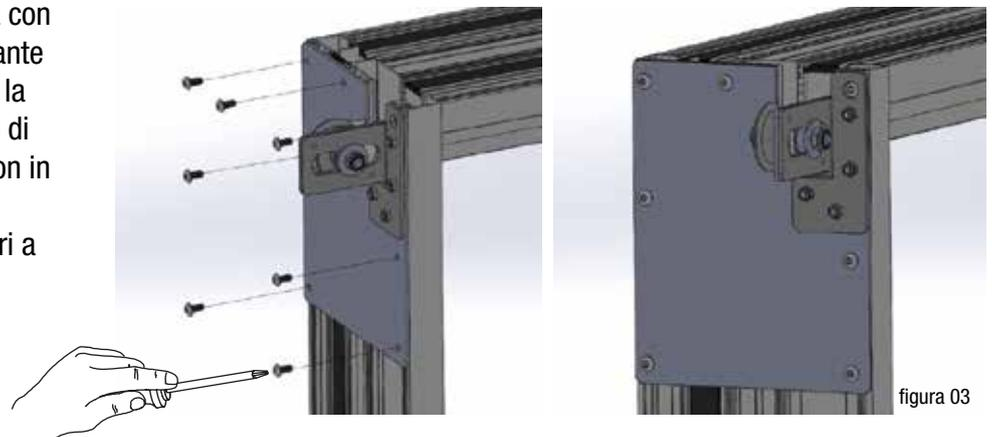

figura 03
- 1.** Fissare la piastra assemblata con la puleggia condotta al montante sinistro del telaio lato interno, la piastra presenta fori passanti di diametro pari a 5.5mm viti non in dotazione (vedi figura 03), la sporgenza della motrice è pari a 90mm.